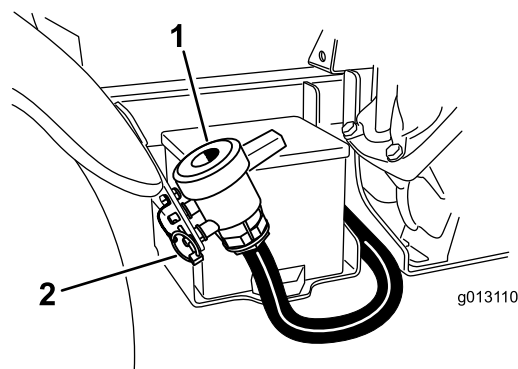

Figura 26
2. Localice la válvula de vaciado del depósito, situada en el lado derecho de la máquina (Figura 26). La válvula está en el soporte del guardabarros junto a la batería.